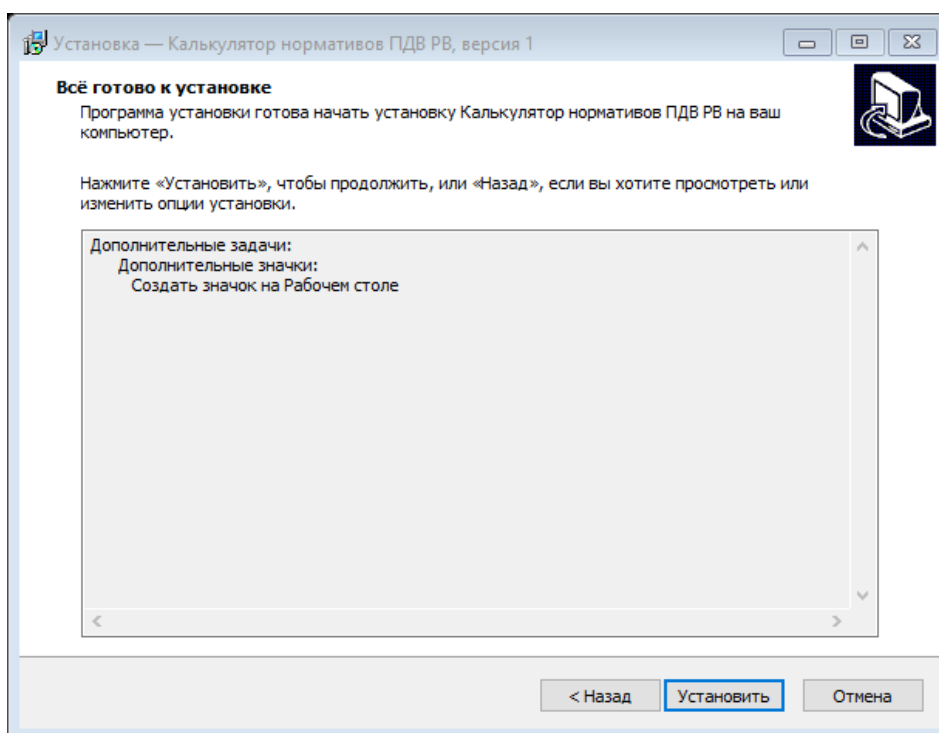

Рисунок 3 – Начало установки расчетного инструментария
3) Нажать кнопку «Установить», для начала установки программы для ЭВМ (см. рисунок 3).